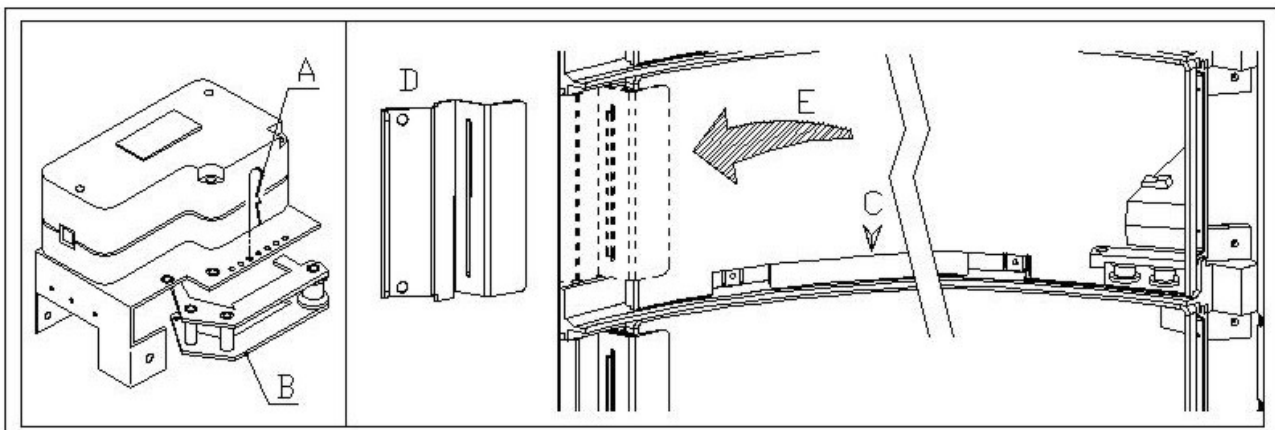

Abb. 15
- Den Blockiersplint für die Spannung des betreffenden Riemens entfernen, A ABB. 15;
- Die Spanngruppe B ABB. 15 nach unten herausziehen, bis es komplett ausgetreten ist;
- Die hintere Platte C ABB. 15 herausnehmen (ist als Optional vorhanden);
- Die Halteschrauben des Klappenfeststellers D ABB. 15 ausdrehen und die Klappe in Pfeilrichtung E entnehmen; Den abgenutzten Riemen nach unten ziehen und von beiden Seiten ganz aus der Klappe entfernen (er ist nur durch Druck innen befestigt);